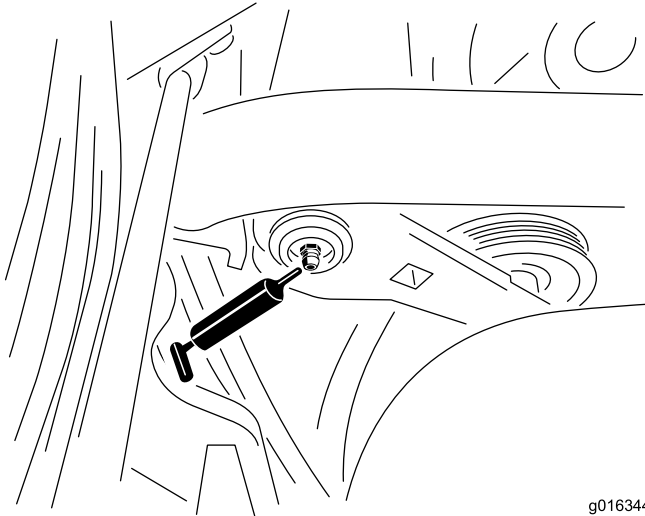

Figura 39
1. Limpie el punto de engrase para evitar que penetre materia extraña en el cojinete o el casquillo (Figura 39).